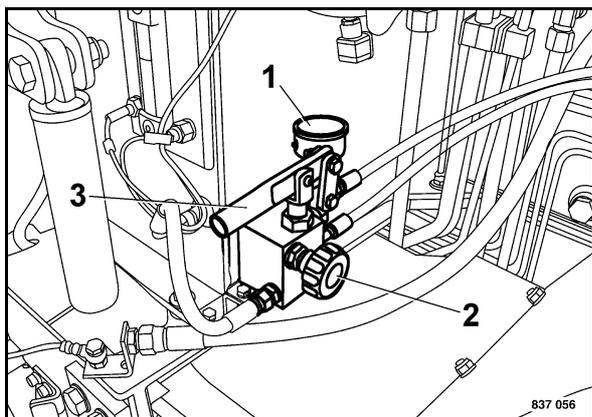

Fig. 135
- Chiudere la valvola 2 (Fig. 135) e azionare la pompa a mano (3) fino a quando il manometro (1) indica una pressione di rilascio freno di al massimo 50 bar.
- Aprire la valvola 2 (Fig. 135) della pompa a mano.